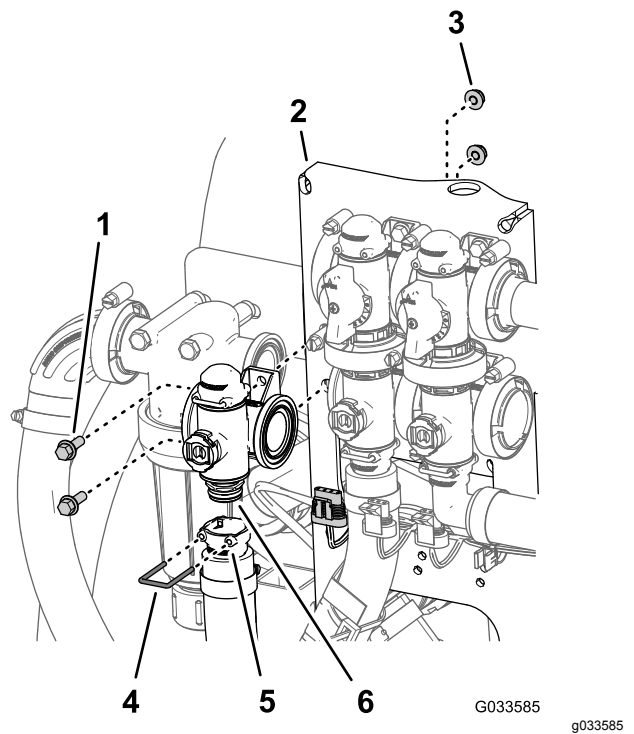

Bild 111
2. Entfernen Sie den Halter, mit dem das Auslaufanschlusstück an der Verteilerkupplung für das Dosierungsregelventil befestigt ist (Bild 111).
3. Entfernen Sie die zwei Bundkopfschrauben (1/4" x 3/4") und zwei Sicherungsbundmutter (1/4"), mit denen das Dosierungsregelventil an der Ventilbefestigung befestigt ist, und entfernen Sie den Ventilverteiler von der Maschine (Bild 111).